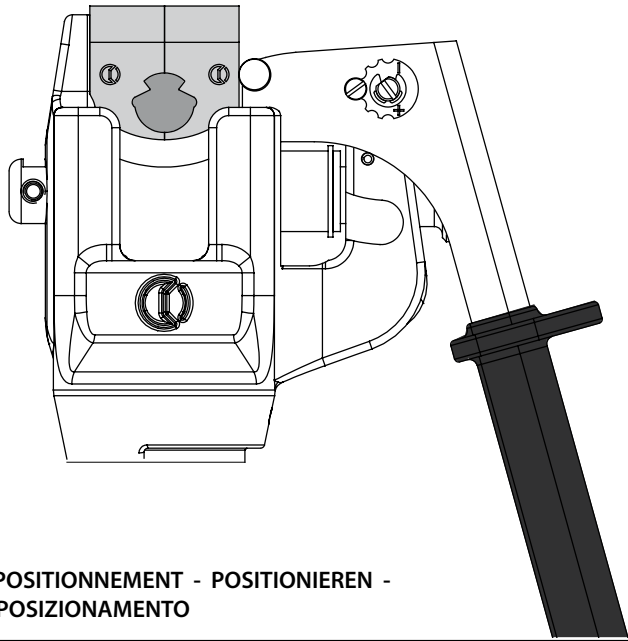

FIG. 4 POSITIONING - POSITIONNEMENT - POSITIONIEREN - COLOCACION - POSIZIONAMENTO
- Posizionare il conduttore all'interno del gruppo matrici in modo che la lama (10) sia in corrispondenza del punto di taglio desiderato.
- Chiudere le matrici (rif. a Fig. 3) portando la leva (17) verso il basso fino a fine corsa bloccandola in posizione; a questo punto il conduttore sarà pronto per il taglio (rif. a Fig. 4).